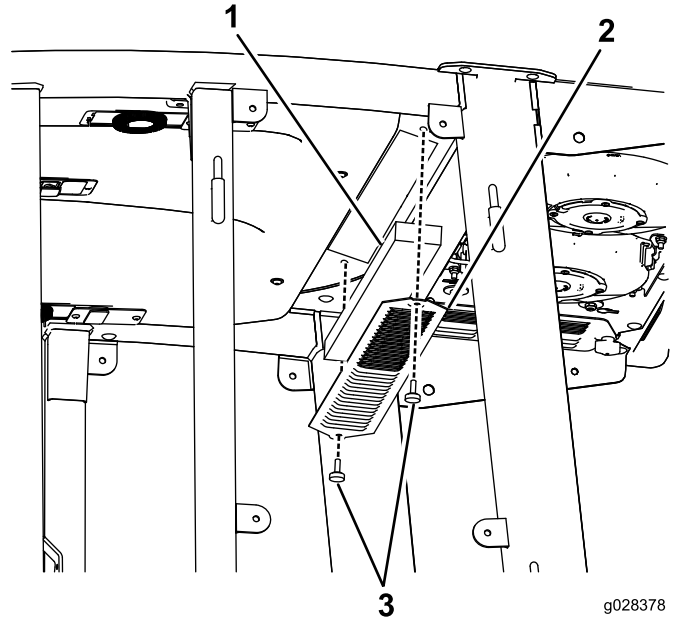
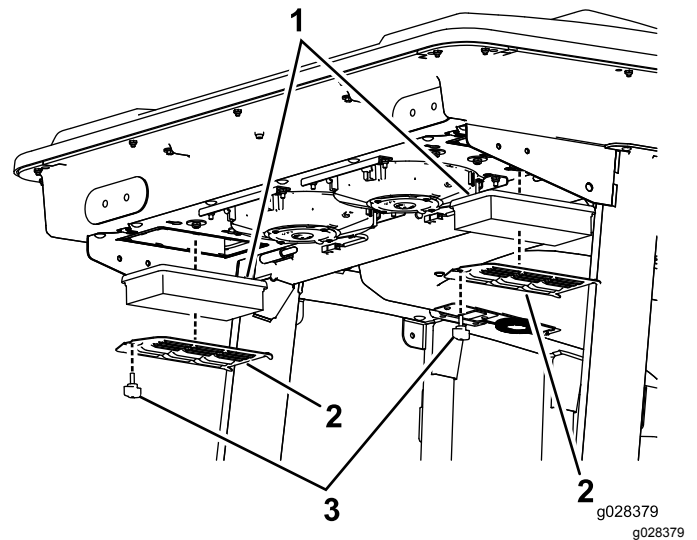

図 91
図 92
1. 室内用と後部用のエアフィルタからねじを外して格子を外す 図 91と図 92。